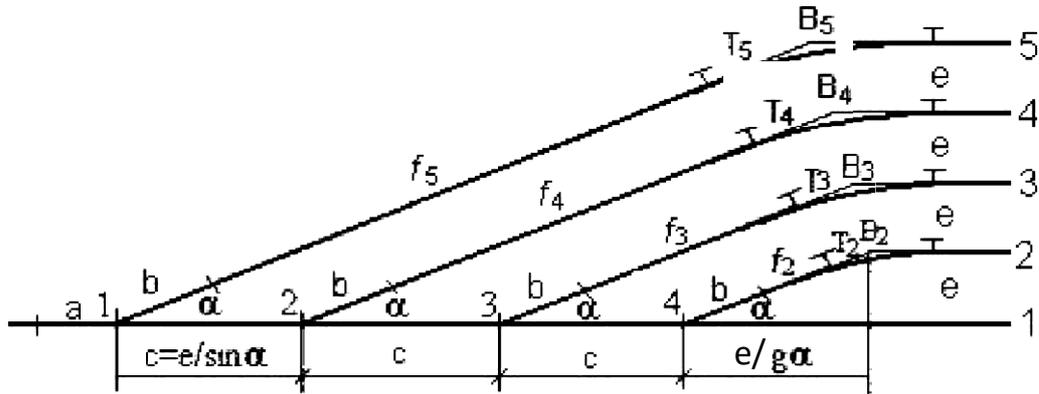

Рисунок 2. Стрелочная улица, расположенная на основном пути
2. Стрелочная улица, расположенная на основном пути (рис. 2)